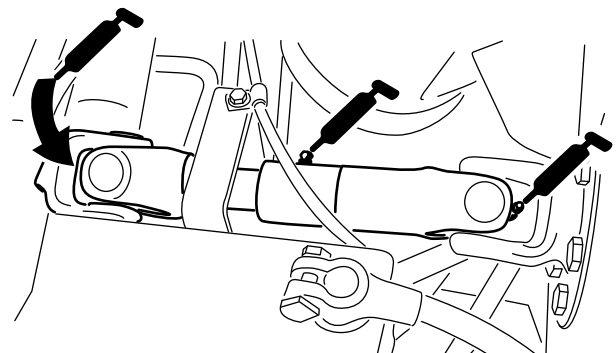

Figure 27
- Joint de cardan d'arbre d'entraînement de pompe (3) (Figure 27)